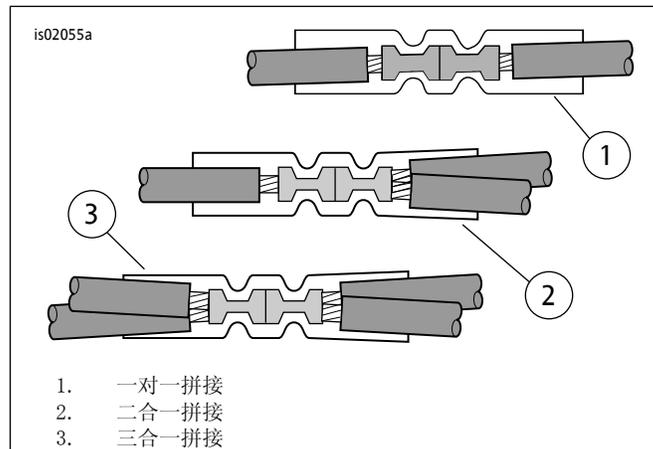
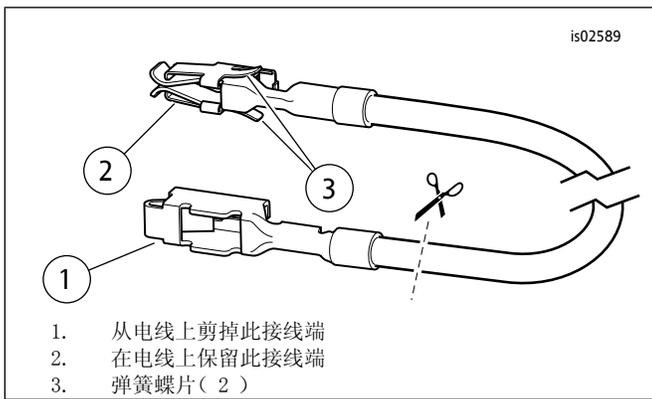
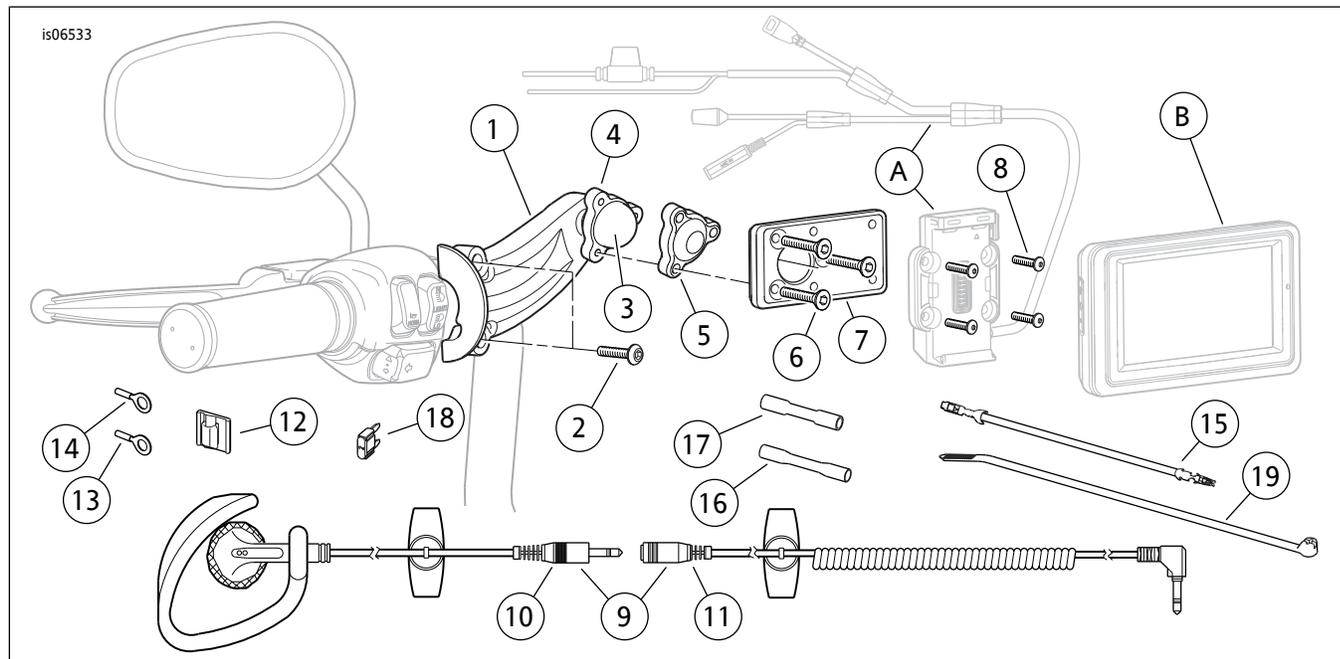

图6. 拼接配置
图7. 保险丝盒适配器电线(戴纳和软尾车型)
图16。维修零件，Road Tech Zumo 660和Zumo 665 GPS把手底座套件
4. 参见图16。从套件中取出密封拼接连接器(3)。参见图6:“二合一”拼接配置。遵循维修手册附录中的说明,将Zumo线束中的电源线拼接到主线束橙色/白色电线。
3. 参见图16。从套件中取出橙色/白色保险丝盒适配器电线(15)。注意电线每端的接线端(参见图7)。只有带有弹簧蝶片的接线端可安装到此保险丝盒中。小心地从电线上剪掉未使用的接线端并丢弃。
6. 参见图16。从套件中取出蓝色密封拼接连接器(17)。参见图6:“一对一”拼接配置。遵循维修手册附录中的说明,将Zumo线束中的电源线拼接到适配器电线。
3. 参见图16。从套件中取出蓝色密封拼接连接器(17)。参见图6:“二合一”拼接配置。遵循维修手册附录中的说明,将Zumo线束中的电源线拼接接到切断的橙色/白色电线。
3. 参见图16。从套件中取出橙色/白色保险丝盒适配器电线(15)。注意每一端的接线端(参见图7)。只有带有弹簧蝶片的接线端可安装到此保险丝盒中。小心地从电线上剪掉未使用的接线端并丢弃。
6. 参见图16。从套件中取出蓝色密封拼接连接器(17)。参见图6:“一对一”拼接配置。遵循维修手册附录中的说明,将Zumo线束中的电源线拼接接到适配器电线。
7. 参见图16。将套件中的2安保险丝(18)安装到“P&AIGN”保险丝空腔中,使该电路闭合。
3. 参见图16。从套件中取出蓝色密封拼接连接器(17)。参见图6:“二合一”拼接配置。遵循维修手册附录中的说明,将Zumo线束中的电源线拼接接到主线束橙色/白色电线。
3. 参见图16。从套件中取出蓝色密封拼连接器(17)。参见图6: “二合一” 拼接配置。遵循维修手册附录中的说明, 将Zumo线束中的电源线拼接到主线束橙色/白色电线。
- 参见图16。将Zumo线束中橙色/白色电线的多余部分剪掉。使用套件中的蓝色密封拼接连接器(17), 将橙色/白色电线拼接到步骤4中安装的适配器电线上。
- 参见图16。将Zumo线束中橙色/白色电线的多余部分剪掉。使用套件中的蓝色密封拼接连接器（19），将橙色/白色电线拼接到步骤4中安装的适配器电线上。
- 参见图16。从套件中取出蓝色密封拼接连接器（17）。参见图6：“二合一”拼接配置。遵循维修手册附录中的说明，将Zumo线束中的电源线拼接到主线束橙色/白色电线。